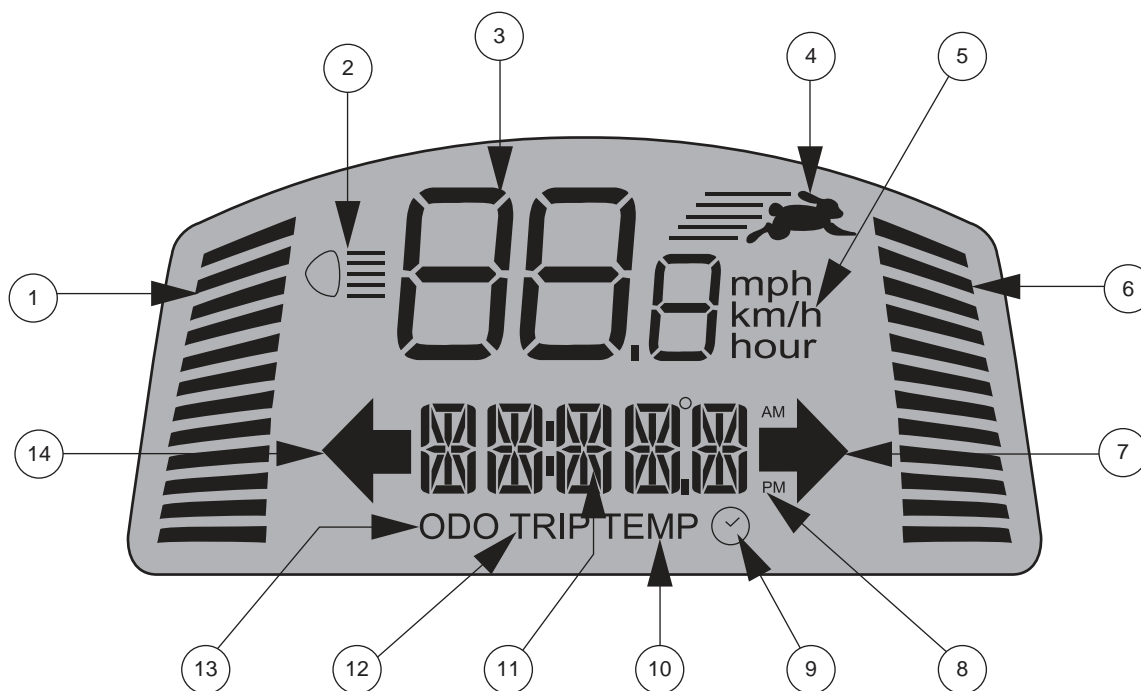

Figura 4. Pantalla LCD
*NOTA: Cuantas más barras aparezcan en el indicador de velocidad máxima, más rápida será su velocidad máxima preseleccionada. Ver la figura 4.*